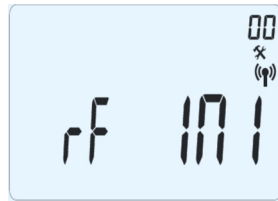

Fig. 25
- 1) *Apăsați și țineți apăsată timp de 5 sec. tasta (▶). Va fi afișat ecranul primului parametru, ca în Fig. 25.*